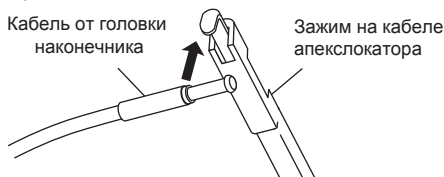

Рис. 1
- 2) Присоедините кабель от головки наконечника к кабелю апекслокатора при помощи зажима на кабеле апекслокатора (Рис. 1).